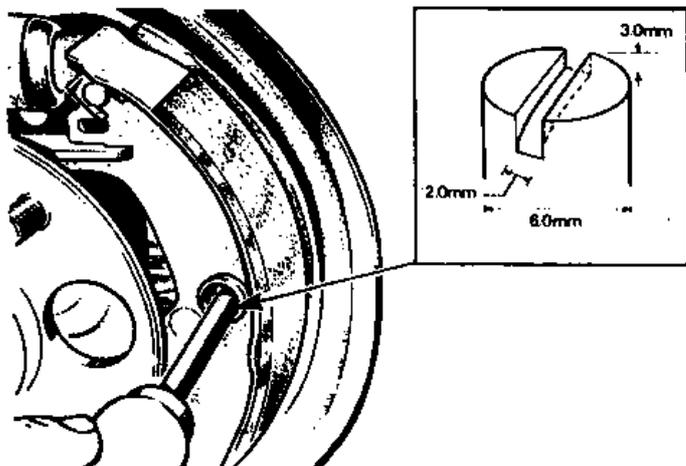

Рис.9.8. Снятие прижимной пружины (Разд.8)
5. Снимите прижимные пружины колодок. Сжимать, а затем отсоединять пружину от держателя удобно стальным прутком или старой отверткой с прорезью на конце (Рис.9.8).